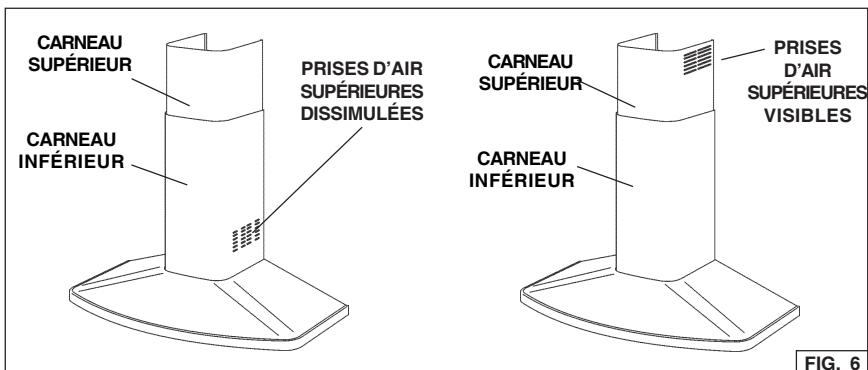

FIG. 6
4. Placez précautionneusement le carneau décoratif inférieur dans la partie de la hotte en retrait (fig. 6).
5. Faites glisser lentement le carneau décoratif à l'intérieur du conduit inférieur (fig. 6).
7. Placez précautionneusement le carneau décoratif inférieur dans la partie de la hotte en retrait (fig. 6).
8. Faites glisser lentement le carneau décoratif à l'intérieur du conduit inférieur. Remarque: les prises d'air doivent être tournées vers le haut (fig. 6).